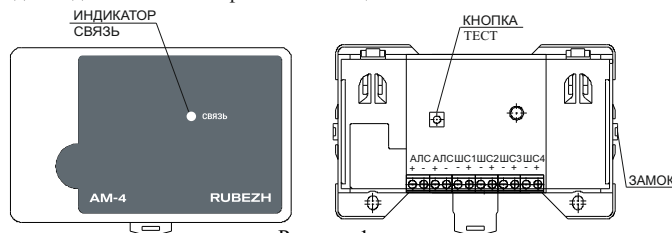

Рисунок 1
5.2 Адресная метка представляет собой конструкцию (рисунок 1), состоящую из корпуса, внутри которого размещена плата с элементами, обеспечивающая обработку сигналов с шлейфов сигнализации. На плате установлены клеммные контакты для подключения адресной метки к АЛС и для подключения шлейфов сигнализации.
7.5 Для конфигурирования адресной метки, подключенной к АЛС, начальный адрес которого неизвестен, необходимо зайти в меню прибора, выбрать пункт «Настройка» («Конфигурация») => «Сервис» => «Адресация устройств» и нажать «Кнопку» на адресной метке (рисунок 1). На экране откроется меню параметров адресной метки: